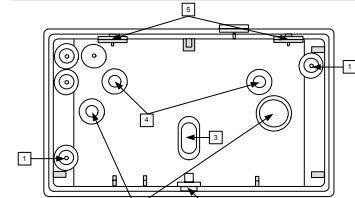

Figura 7: Fori a sfondare di fissaggio del VITRON
2. Aprire i fori di fissaggio secondo il tipo di installazione (ad angolo, su superficie piana o montaggio con staffa, vedi Figura 7)
4. Se è necessaria la protezione tamper antirimozione aprire i fori indicati (3, Figura 7)
2. Aprire i fori a sfondare per il montaggio della staffa. (4, Figura 7)